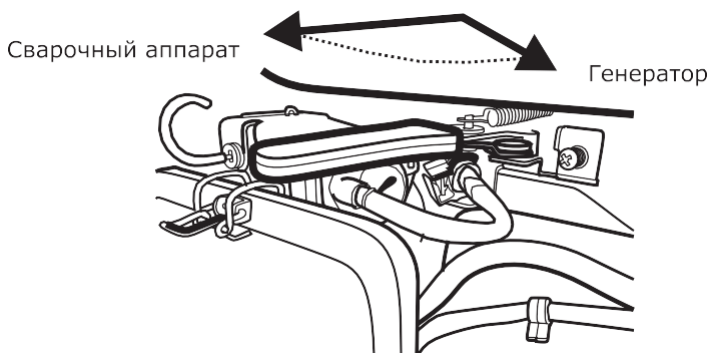

Рис. 22
**ВНИМАНИЕ!** Для увеличения срока службы сварочного генератора рекомендуется запуск двигателя производить в режиме генератора. На рис. 22 указан переключатель режимов.
**ВНИМАНИЕ! Одновременное использование генераторной установки для выработки переменного тока и постоянного тока для сварочных работ ЗАПРЕЩЕНО! Для выбора режимов работы предусмотрен переключатель, расположенный рядом с воздушным фильтром (рис. 22).**
Переведите переключатель режимов в положение «Сварочный аппарат» (рис. 22, стр. 36).